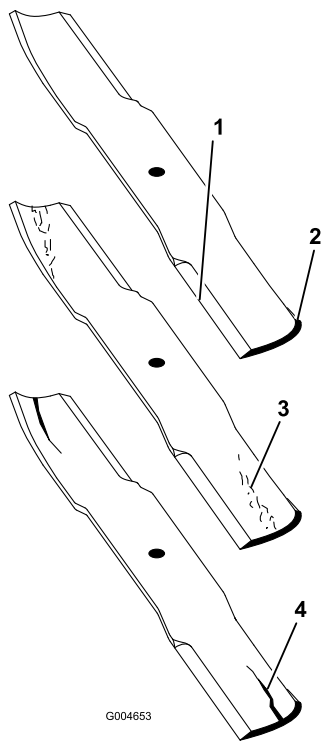

Figura 85
2. Examine cuidadosamente los extremos de corte de la cuchilla, sobre todo en el punto de reunión entre la parte plana y la parte curva de la cuchilla (Figura 85). Puesto que la arena y cualquier material abrasivo pueden desgastar el metal que conecta las partes curva y plana de la cuchilla, compruebe la cuchilla antes de utilizar el cortacésped. Si se aprecia desgaste (Figura 85), cambie la cuchilla.
Si se permite que la cuchilla se desgaste, se formará una hendidura entre la vela y la parte plana de la cuchilla (Figura 85). Con el tiempo, una parte de la cuchilla puede desprenderse y ser arrojada desde debajo de la carcasa, posiblemente causando lesiones graves a usted o a otra persona.